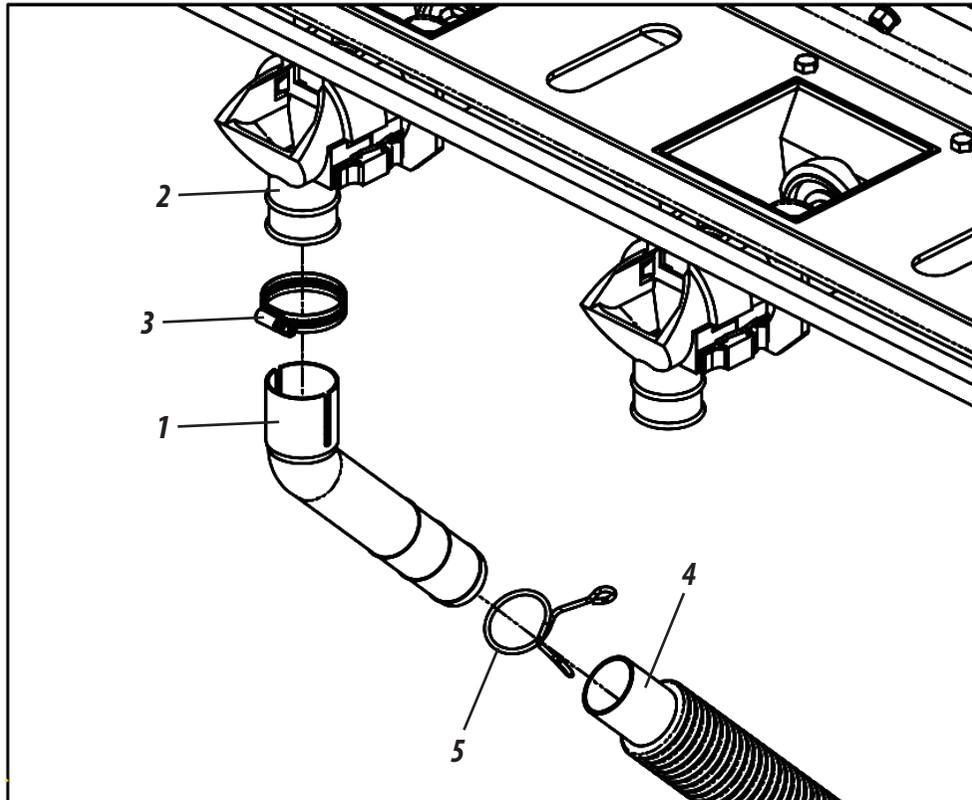

Figura 38
Para transportar el abono desde el distribuidor hasta el suelo, coloque las boquillas en grado (1) en las salidas del conductor fertisystem (2) a través de los cierres (3). Entonces coloque las mangueras (4) en los caños en grado (1) a través de los bucles (5), como se muestra en la figura 38.